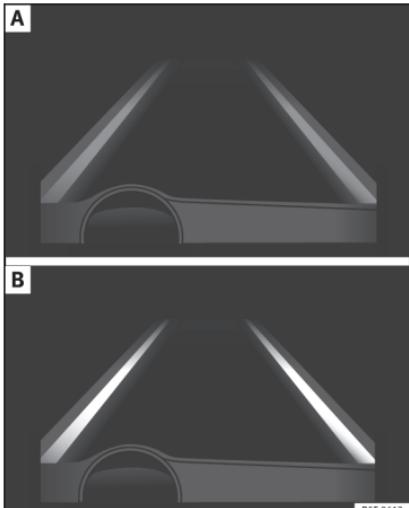

Fig. 217 Sul display del quadro strumenti: indicazione sul display del dispositivo di assistenza per il mantenimento della corsia (esempio 1).
- Il dispositivo è attivato ma non è disponibile, perché non è stato raggiunto il limite minimo di velocità o perché non viene rilevata la segnaletica della corsia **» fig. 217 A.**
questo momento non sta correggendo la traiettoria **» fig. 217 B.**